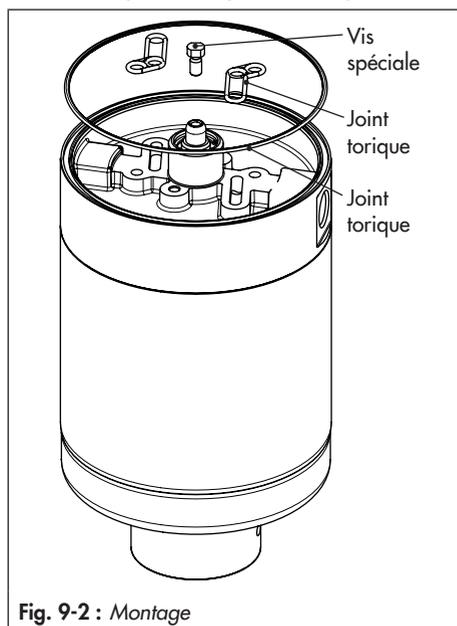

Fig. 9-2 : Montage
- Lors du montage, insérer correctement tous les joints toriques, voir Fig. 9-2.